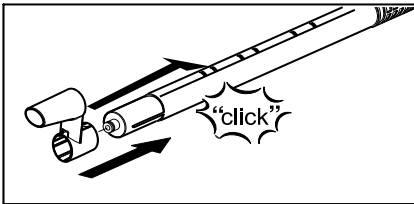

Abbildung 1
- ➔ Parkhaken (D3) mit gedrückter Entriegelungstaste bis zum zweiten Raster von unten auf ein Verlängerungsrohr (D1) schieben. Parkhaken muss beim loslassen der Entriegelungstaste einrasten (siehe Abbildung 1).